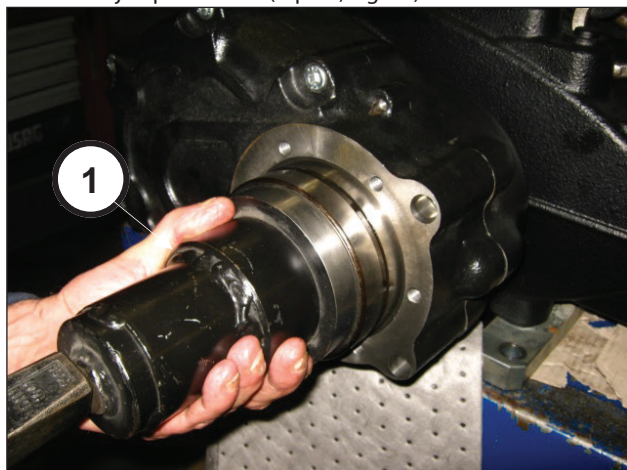
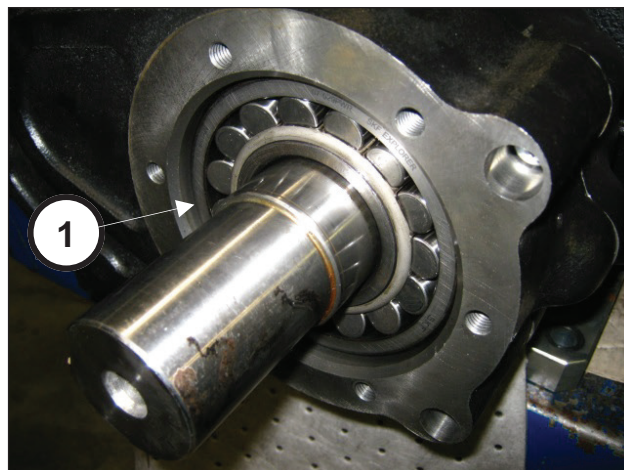

Fig. 75
Fig. 76
À l'aide de l'outil réf.27887000 (rep. ①, Fig. 75) monter le roulement jusqu'en butée (rep. ①, Fig. 76).